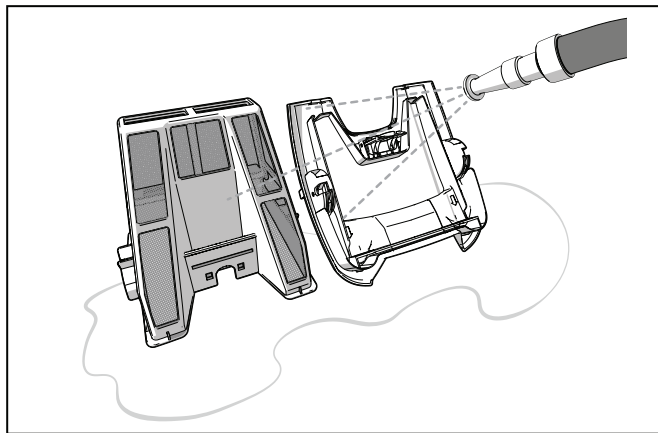

Figure 12. Rinçage de la cartouche filtrante
5. Utilisez l'eau propre d'un boyau d'arrosage pour rincer la cartouche filtrante et le couvercle afin d'enlever tous les débris (Figure 12).